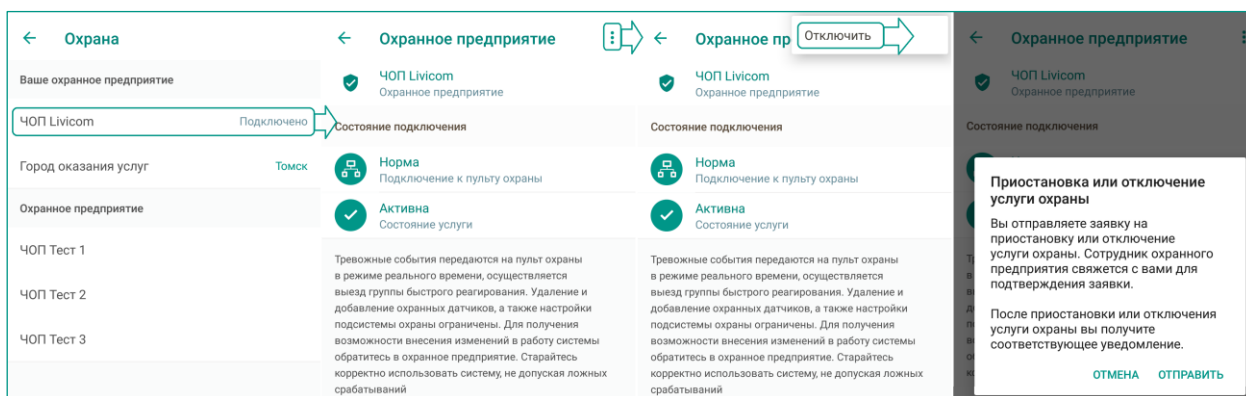

Рисунок 8.1 – Отключение от охранного предприятия
1. В приложении Livicom открывает карточку подключенного ОП, вызывает меню с помощью кнопки , расположенной в правом верхнем углу экрана, и выбирает пункт *Отключить* (см. рисунок 8.1).